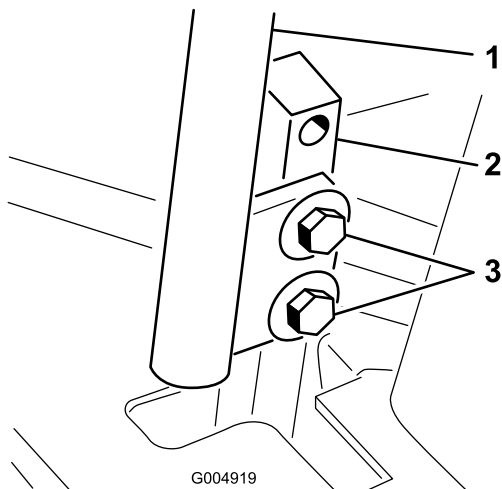

Bild 59
3. Lösen Sie die Schrauben, mit denen die Schaltbügel befestigt sind (Bild 59).